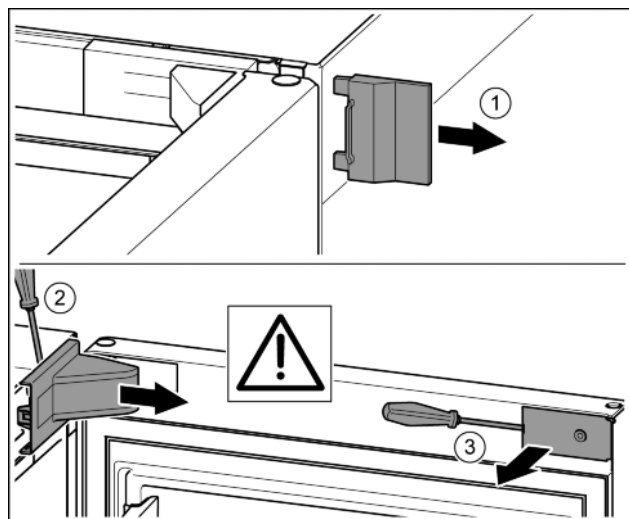

Fig. 9
► Снять внешнюю крышку. Fig. 9 (1)
► Вывести опорный кронштейн из зацепления при помощи отвертки и отсоединить. Снять крышку опорного кронштейна. Fig. 9 (2)
► Вывести накладку из зацепления и отвести в сторону. Fig. 9 (3)